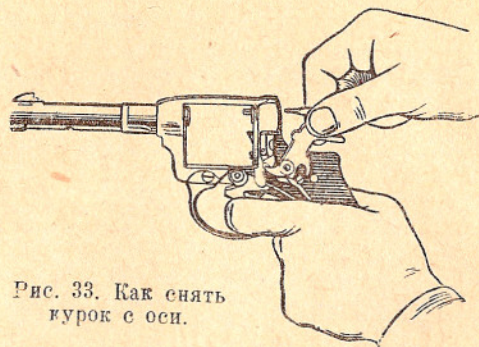

Рис. 33. Как снять курок с оси.
7) **снять курок с оси**: взять револьвер левой рукой за рукоятку, а правой — за курок и надавить указательным пальцем левой руки на хвост спускового крючка возможно сильнее; снять курок с оси (рис. 33);